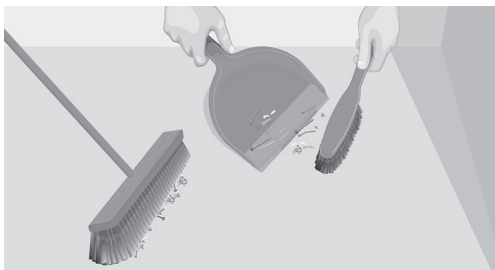

Рис. 3. Очистка пола перед монтажом
5. Очистите черновой пол (рис. 3). Обязательно удалите все выступающие гвозди, винты и аналогичные предметы. Очистите пол и уберите весь мусор, пыль и грязь.